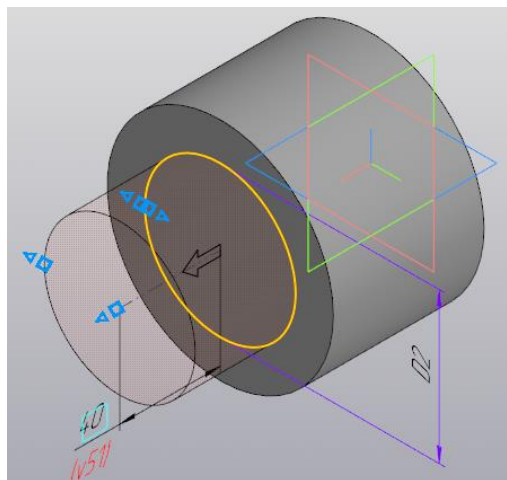

Рисунок 117.
6. Создайте окружность диаметра **D2** согласно вашему варианту с центром в начале координат (рисунок 117).